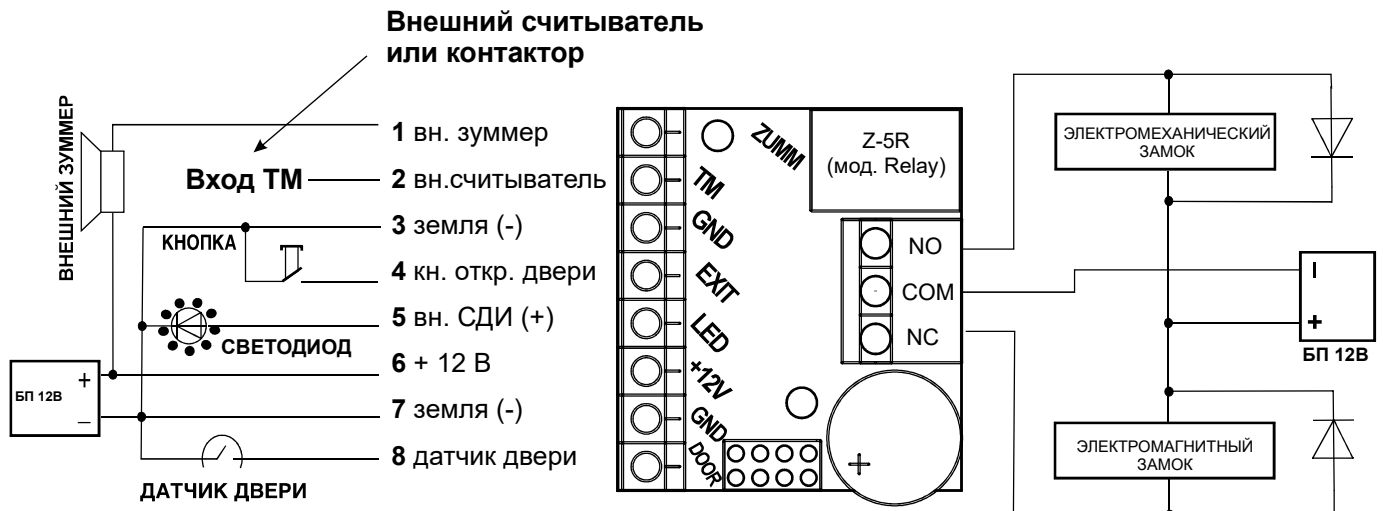

Рис.6 Подключение внешних устройств.
Важно! Для защиты контактов реле от выгорания при подключении индуктивной нагрузки в виде элеткромагнитного или электромеханического замка следует параллельно обмотке замка установить шунтирующий диод, входящий в комплект поставки (см. рис.6).
4. Установите шунтирующий диод (см. Рис.6) в случае использования индуктивной нагрузки (электромагнитный или электромеханический замки).